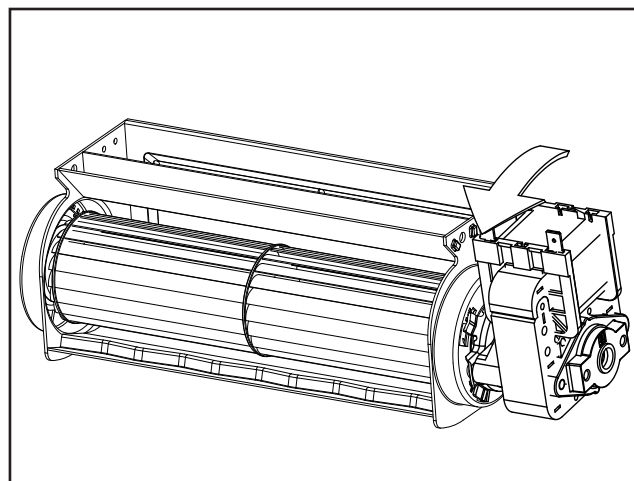

Figure 33: Déverrouillage du moteur
- Tournez le moteur dans le sens antihoraire jusqu'à ce que vous ressentiez un déclic (Figure 33).